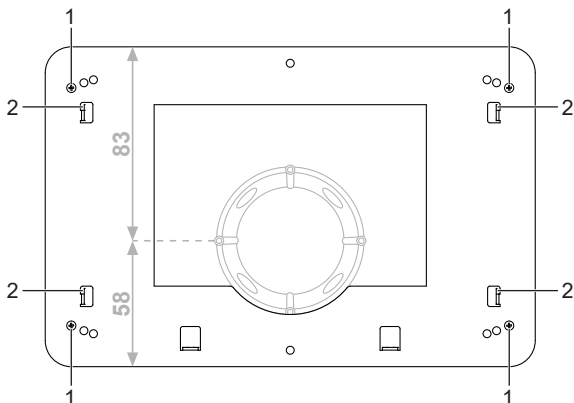
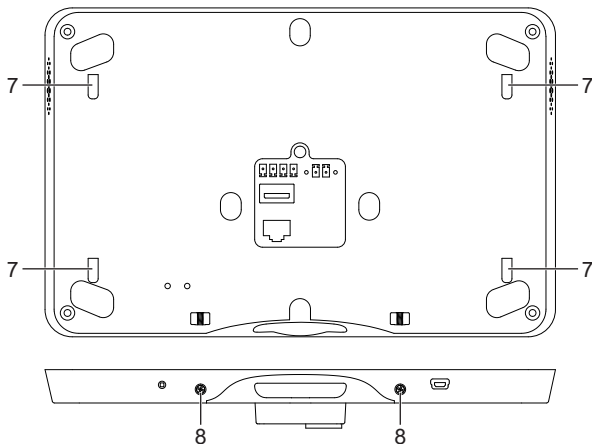

Abb. 2: Montage Adapter
Abb. 4: Montage Smart Control
- Adapter mit insgesamt vier Arretierungsschrauben (1) auf Einbaugehäuse montieren. (Abb. 2)
- Aufhängungsöffnungen (7) am Smart Control auf Befestigungshaken (2) am Adapter setzen. (Abb. 2 und Abb. 4) Dazu die Aufhängungsöffnungen oberhalb der Haken ansetzen und nach unten einrasten.
- Smart Control auf der Unterseite mit insgesamt zwei Arretierungsschrauben (8) am Adapter befestigen. (Abb. 4)